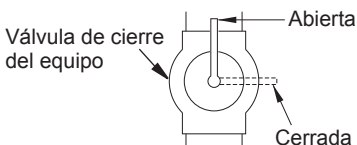

Figura 13 - Válvula de cierre del equipo
1. Cierre la válvula de cierre del equipo (consulte la figura 13).
1. Abra la válvula de cierre del equipo (consulte la figura 13).